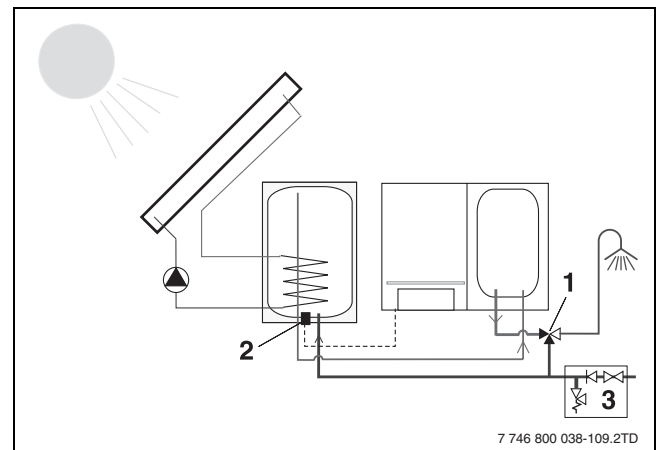

Fig. 24 Toestel aansluiten op SolarLine
- Sluit de inlaatcombinatie (fig. 24, **pos. 3**) aan op koudwaterzijde van de zonneboiler (fig. 24, **pos. 2**).
- Sluit het thermostatisch mengventiel (fig. 24, **pos. 1**) aan op de warmwaterzijde van het cv-toestel.